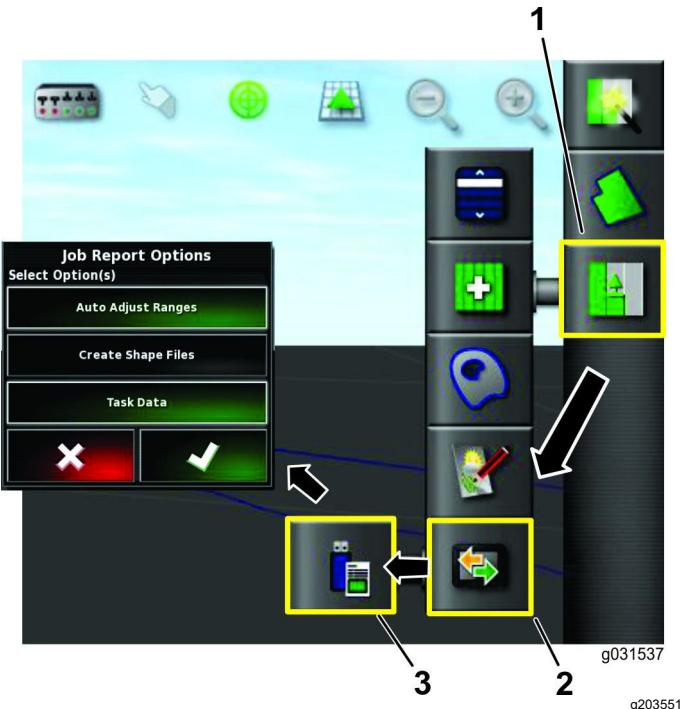

Figure 32
3. Appuyez sur l'icône de menu des tâches (Figure 32).
4. Appuyez sur l'icône ÉCHANGE DE DONNÉES (Figure 32).
5. Appuyez sur l'icône EXPORTER RAPPORT DE TÂCHE VERS USB (Figure 32).